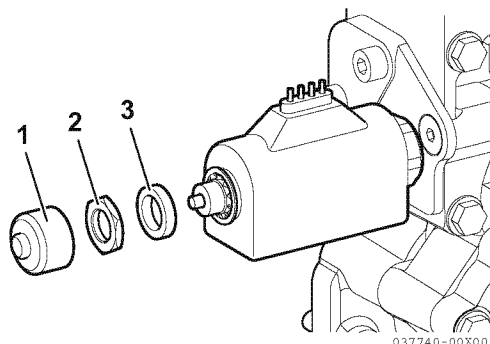

Abbildung 11
1. Entfernen Sie bei ausgeschalteten Motoren die Kappe (1, **Abbildung 11**), die Mutter (2, **Abbildung 11**) und die Abdeckrosette (3, **Abbildung 11**).
2. Die Notmutter (1, **Abbildung 11**) auf das Elektroventil schrauben.